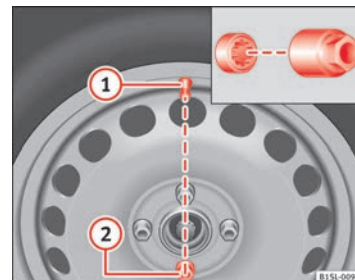

Abb. 142 Radwechsel: Reifventil (1) und Einbaupart der Anti-Diebstahl-Radschraube (2).
Die Anti-Diebstahl-Radschraube muss bei einem Rad mit Radvollblende an Position ⇒ **Abb. 142**  eingeschraubt sein. Die Radvollblende kann sonst nicht montiert werden.
- Den Adapter bis zum Anschlag in die Anti-Diebstahl-Radschraube schieben ⇒ **Abb. 142**.